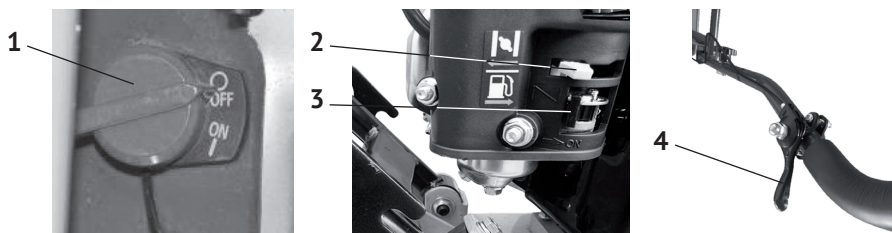

рис.4
- перевести выключатель зажигания (рис.4 поз.1) в положение „ON“ – включено;
- открыть топливный кран (рис.4 поз.3) – крайнее правое положение – «ON»;
- установить рычаг управления воздушной заслонкой (рис.4 поз.2) в положение - „закрыто“ при пуске холодного двигателя, или в промежуточное положение при прогревом двигателя;
- рычаг (рис.4 поз.4) дроссельной заслонки (рычаг газа) должен находиться в положении холостого хода;
- перевести рычаг газа (рис.4 поз.4) в положение холостого хода;
- выключатель зажигания (рис.4 поз.1) поставить в положение „OFF“ – выключено;